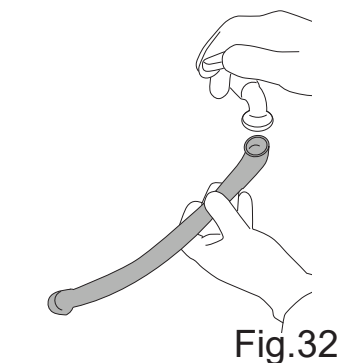

Fig.32
- Промойте внутреннюю часть шланга проточной водой (рис. 32).